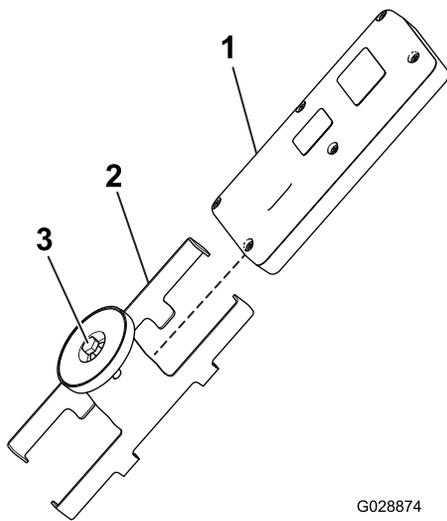

图45
1. 旋松磁性遥控器支架上磁体内的螺栓 图45。
2. 将支架滑到侧面然后拆下遥控器 图45。
8. 将手持遥控器装入磁性遥控器支架将两半滑到一起并固定手持遥控器然后拧紧磁体内的螺栓 图45。